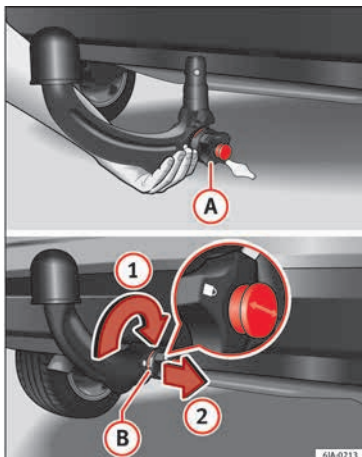

Abb. 198 Einsetzen der Kugelkopfstange / Verschließen des Schlosses und Abziehen des Schlüssels
- Halten Sie die Kugelkopfstange von unten » Abb. 198 und führen Sie diese bis zum Anschlag in die Klemmbuchse ein, bis sie hörbar einrastet » ⚠.